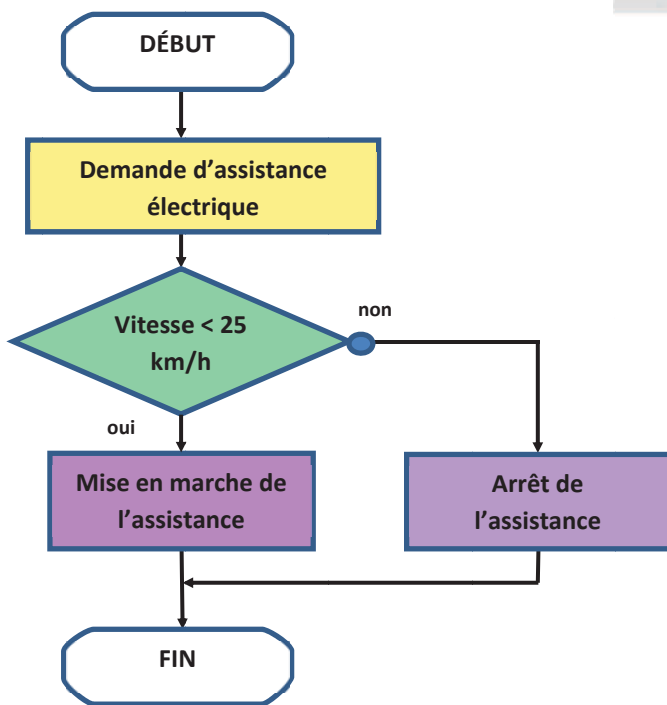
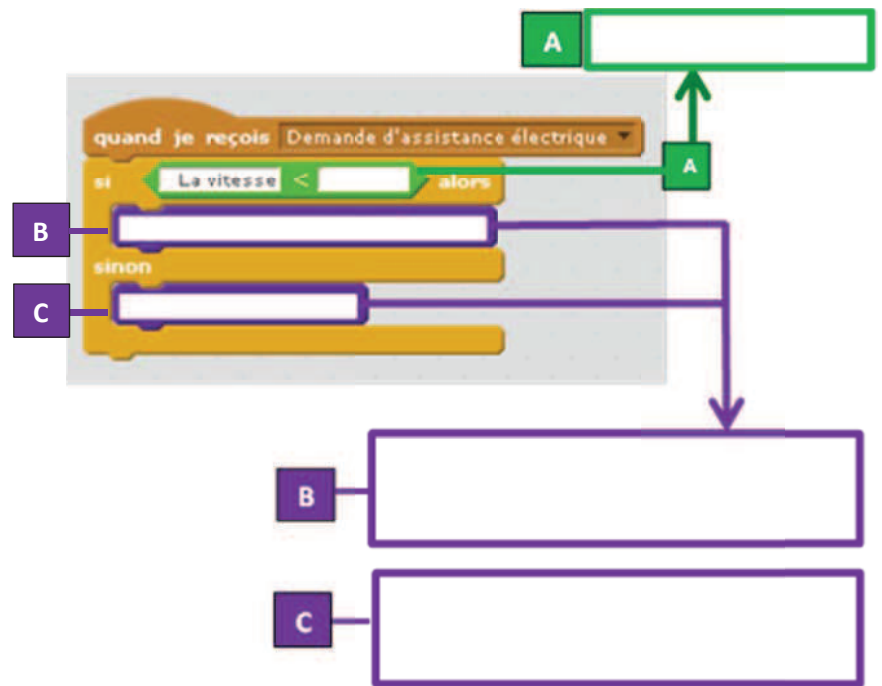

Figure 3 : algorithme traitant la demande d'assistance électrique.
Figure 4 : extrait du programme traitant la demande d'assistance électrique
L'algorithme (fig. 3) situé sur le document réponse n°2 décrit la logique de démarrage du moteur électrique pour répondre à la demande d'assistance. Le calculateur enregistre la demande et un de ses programmes (fig. 4) traite la mise en route du moteur.
**Question 4 :** À l'aide de l'algorithme (fig. 3) situé sur le document réponse n°2, **compléter** les cadres A, B et C du programme (fig. 4) correspondant sur le document réponse n°2.